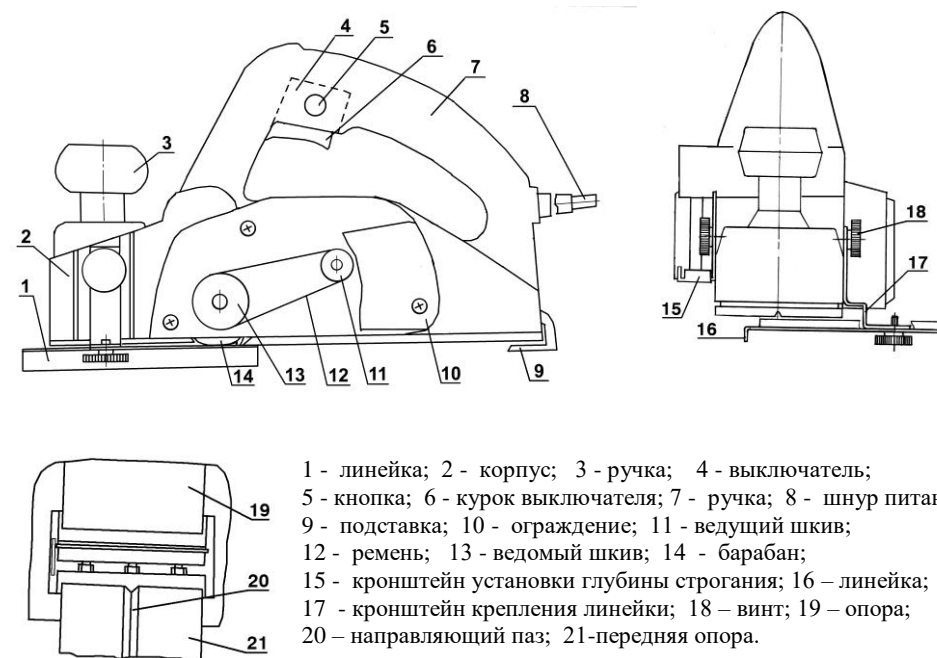

Рис. 1 Устройство рубанка
4.5. Линейка из комплекта поставки позволяет регулировать ширину при строгании, она устанавливается и закрепляется согласно рис. 1.
- установить новый нож в крепежный паз до упора (см. рис. 1).